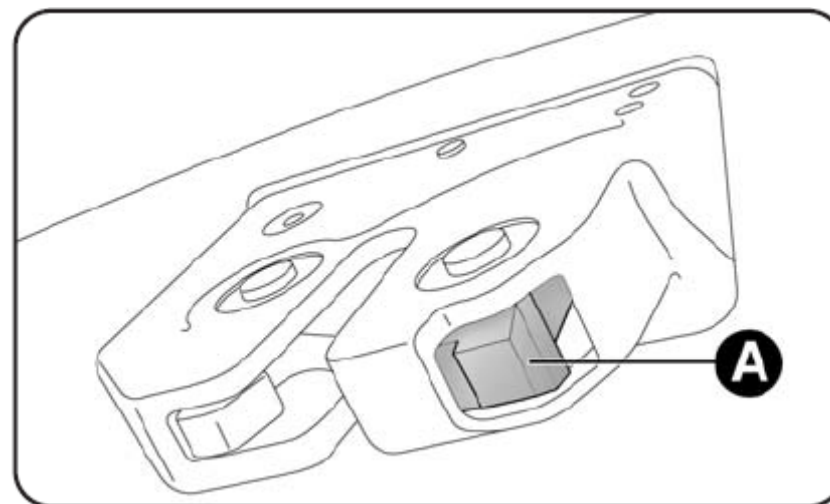

Рис. 60
- нажать на язычок А – рис. 60.